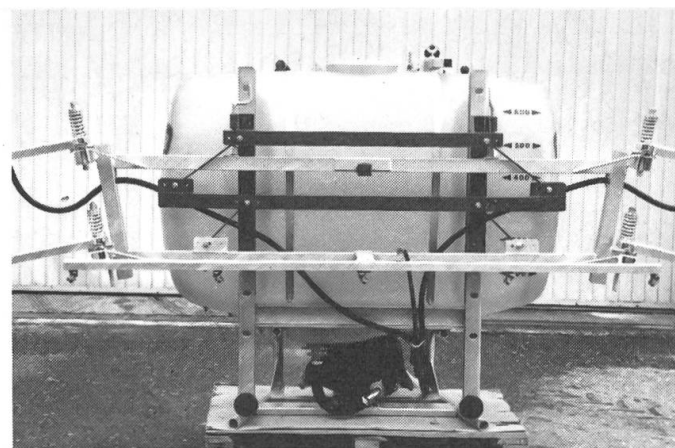

Fig. 3: Stabilisateur GRAVIMATIC pour rampe de traitement.
- ☐ le « stabilisateur de rampe GRAVIMATIC » (fig. 3)